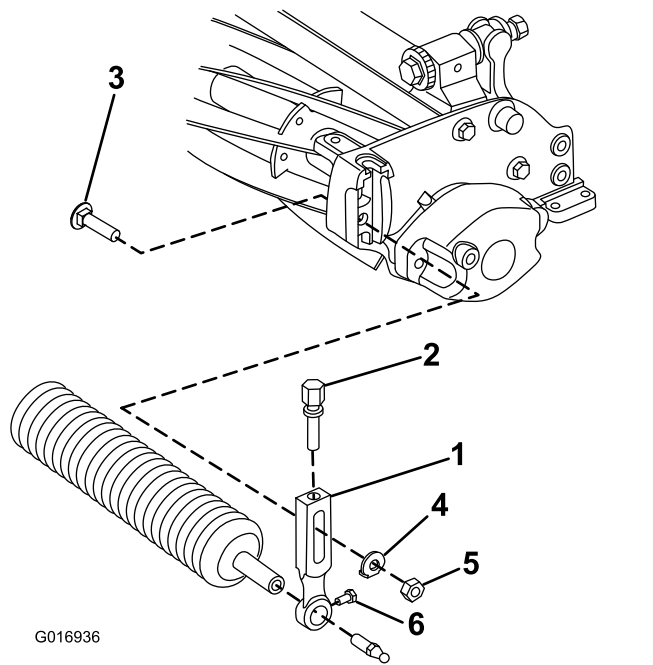

Bild 14
12. Führen Sie die folgenden Schritte aus, um die Frontrolle an der Schneideinheit anzubringen, siehe Bild 14.